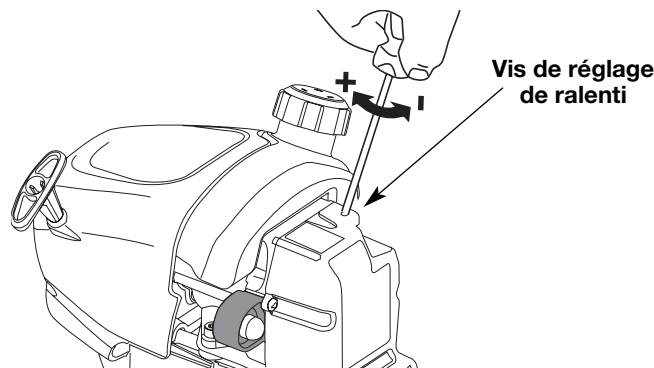

Fig. 31
Le régime ralenti du moteur est réglable par le couvercle du filtre à air/silencieux (Fig. 31).
2. Relâchez le levier d'accélérateur et laissez le moteur au ralenti. Si le moteur s'arrête, insérez un petit tournevis à embout cruciforme dans le trou du couvercle du filtre à air/silencieux (Fig. 31). **Vissez** la vis de 1/8 de tour à la fois (selon le besoin), jusqu'à ce que le moteur tourne au ralenti.